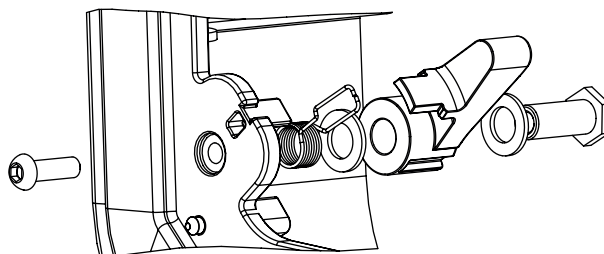

Fig. 18
- Remove the screw that fixes the latch (fig. 18).
- Quitar el tornillo que une el trinquete con el cuerpo del enrollador (fig. 18).